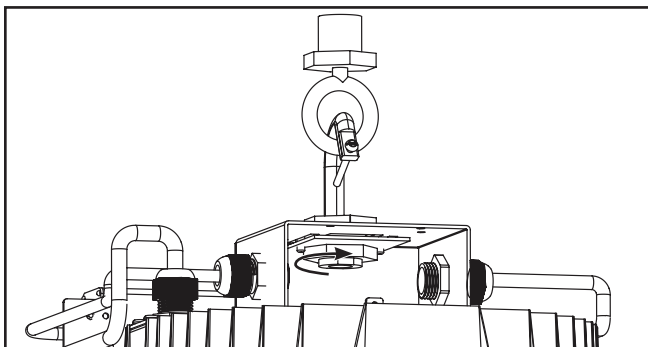

Figure 5.
- Vissez fermement le contre-écrou aux filets du crochet de montage à l'intérieur de la boîte de jonction puis serrez fermement contre la plaque de montage ajustable. (Figure 5)